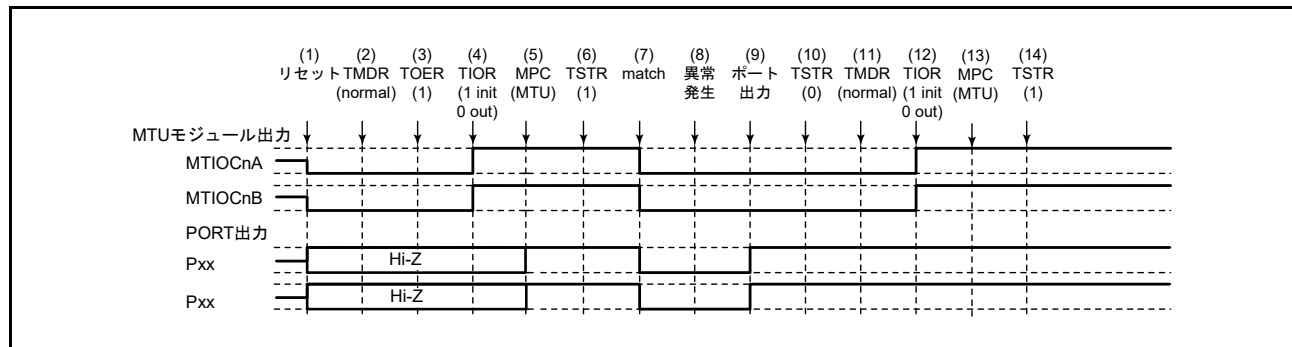

図 24.154 ノーマルモードで異常が発生し、ノーマルモードで復帰する場合
ノーマルモードで異常が発生し、再設定後ノーマルモードで再スタートする場合の説明図を図 24.154 に示します。
(1) ~ (10) は図 24.154 と共通です。
(11) PWM モード 1 を設定します。
(12) TIOR レジスタで端子を初期化してください (PWM モード 1 では MTIOCnB (MTIOCnD) 端子に波形が出力されません。出力すべきレベルがある場合は、I/O ポートのポート方向レジスタ (PDR)、ポート出力データレジスタ (PODR) で汎用出力ポートの設定をしてください。
(13) MPC と I/O ポートのポートモードレジスタ (PMR) で MTU 出力としてください。
(14) TSTRA (TSTRB) レジスタで再スタートします。
(1) ～ (10) は図 24.154 と共通です。
(11) PWM モード 2 を設定します。
(12) TIOR レジスタで端子を初期化してください (PWM モード 2 では周期レジスタに使用した TGR レジスタに対応する端子に波形が出力されません。出力すべきレベルがある場合は、I/O ポートのポート方向レジスタ (PDR)、ポート出力データレジスタ (PODR) で汎用出力ポートの設定をしてください)。
(14) TSTRA レジスタで再スタートします。
- (1) ～ (10) は図 24.154 と共通です。
- (11) 位相計数モードを設定します。
- (12) TIOR レジスタで端子を初期化してください。
- (13) MPC と I/O ポートのポートモードレジスタ (PMR) で MTU 出力としてください。
- (14) TSTR レジスタで再スタートします。
(11) TIOR レジスタでノーマルモードの波形生成部を初期化してください。
(12) TIOR レジスタでノーマルモードの波形生成部の動作を禁止してください。
(13) TOERA (TOERB) レジスタで MTU3、MTU4 (MTU6, MTU7) の出力を禁止してください。
(14) TOCR1A、TOCR2A (TOCR1B, TOCR2B) レジスタで相補 PWM の出力レベルと周期出力の許可 / 禁止を選択してください。
(15) 相補 PWM を設定します。
(16) TOERA (TOERB) レジスタで MTU3、MTU4 (MTU6, MTU7) の出力を許可してください。
(17) MPC と I/O ポートのポートモードレジスタ (PMR) で MTU 出力としてください。
(18) TSTRA (TSTRB) レジスタで再スタートします。